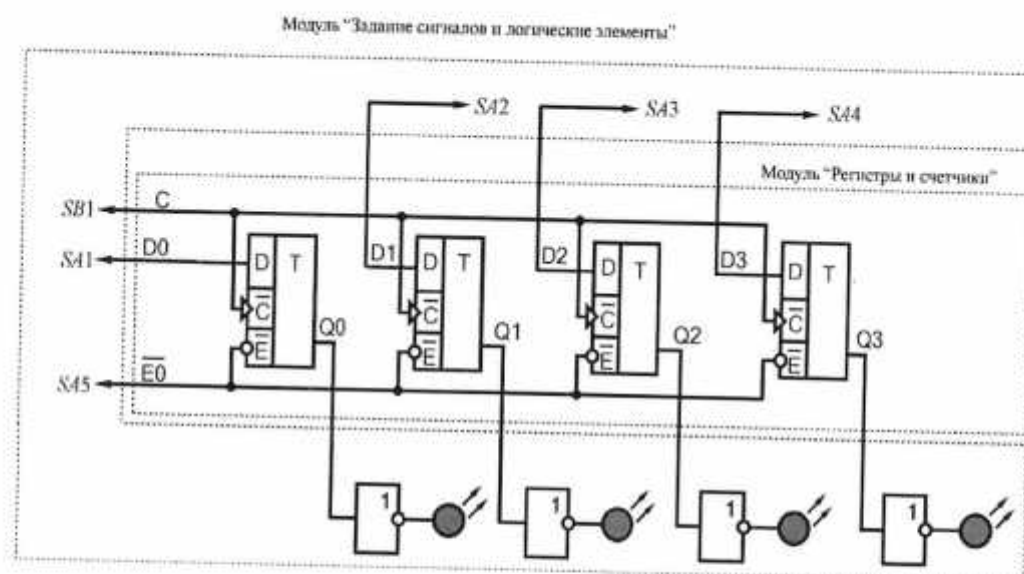

Рис. 7.3. Схема электрическая соединений лабораторных модулей для изучения параллельного регистра типа *74HC374N*
2. Согласно рис. 7.3 выполнить электрические соединения модулей для
Состояния выходов *Q0...Q3* контролировать при помощи светодиодов на выходе буферных элементов (рис. 7.3). Задавая различные комбинации логических уровней на входах *D0...D3*, $\overline{E0}$ регистра и подавая тактовые импульсы на вход *C*, заполнить таблицу режимов работы регистра типа *74HC374N* (табл. 7.3).